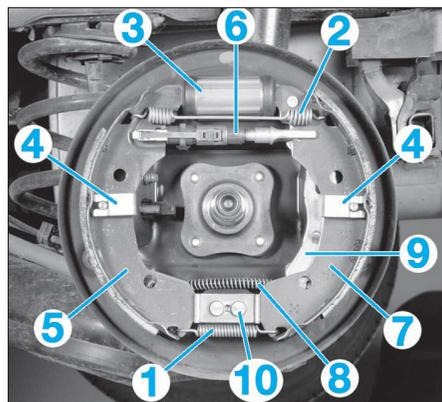
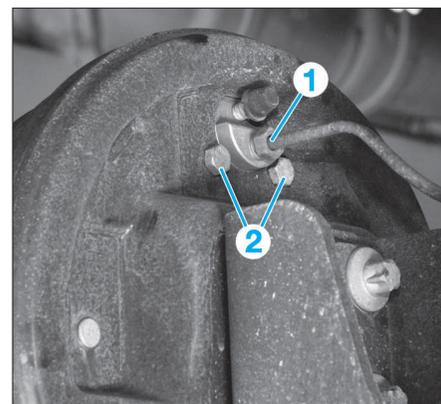

FIG. 13
FIG. 16
- le ressort de rappel inférieur (1) puis le ressort de rappel supérieur (2), à l'aide d'une pince à segment de frein (Fig.13)
- le ressort de rappel supérieur (2), à l'aide d'une pince à segment de frein (Fig.13).
- Écarter les segments (5) et (7).
- Dévisser le raccord (1) de la canalisation de frein sur le cylindre récepteur (Fig.16).